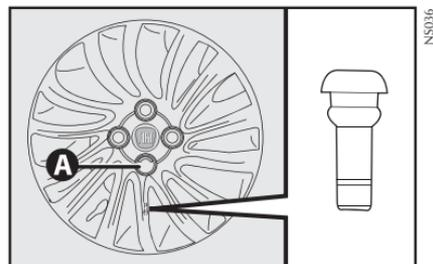

fig. 9
8) Coloque a presión la taza de la rueda en la llanta, haciendo coincidir el símbolo , grabado en el interior de la taza, con la válvula de inflado; de esta forma, el orificio más grande de la taza **A-fig. 9** pasará a través del tornillo colocado anteriormente.